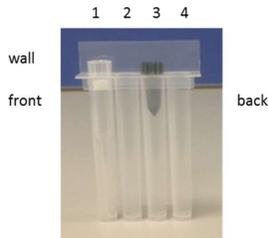

Abbildung 11: Anordnung der Spitzen in der Spitzenkassette
Sicherstellen, dass die Spitze (1) und der Durchstecher (3) wie in der nachfolgenden Abbildung (Abbildung 11) gezeigt platziert sind.